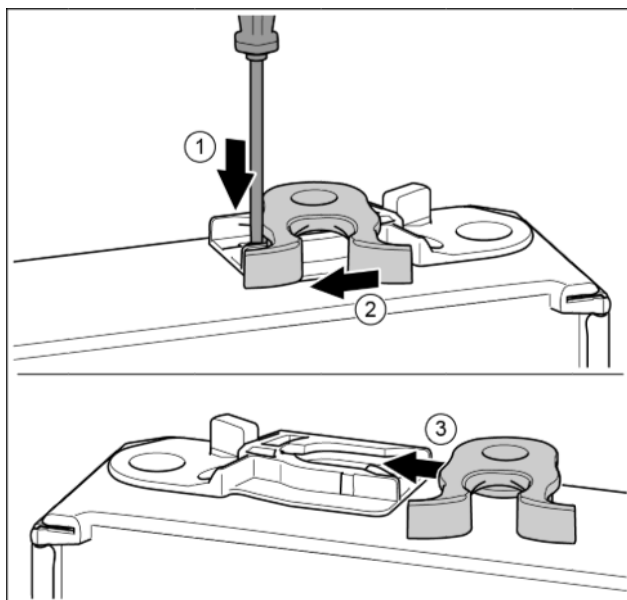

Fig. 17*
- ▶ Plochým šroubovákem přitlačte lamelu dolů. Fig. 17 (1)*
- ▶ Vytáhněte petlici z vedení. Fig. 17 (2)*
- ▶ Petlici zasuňte do vedení na druhé straně. Fig. 17 (3)*